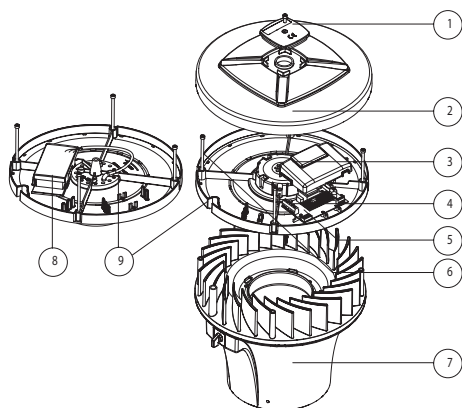

Abb. 4
- 1 Lösen Sie die Inbusschraube M5 (Abb. 4 Pos. 1) und entfernen Sie die Luftkappe und den Deckel des Ventilators.
busschraube M5 (Abb. 4 Pos. 1) wieder fest.